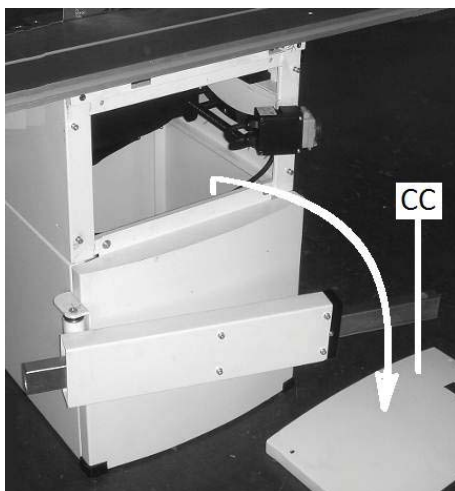
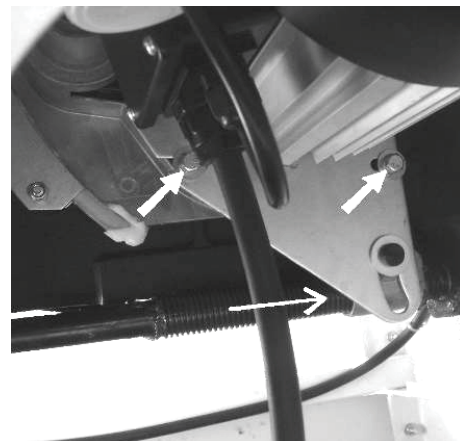

Рис. 25
Рис. 27
- Отключите станок. Открутите болты и снимите переднюю крышку станка. (CC, рис. 25).
- Отключите станок. Снимите переднюю крышку станка. (CC, рис. 25). Снимите 2 шестигранных винта (рис. 27)